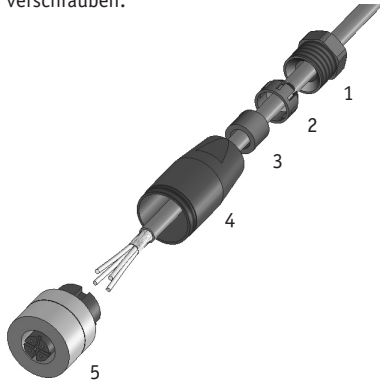

Abb. 1: Gegenstecker
Bei der Steckermontage bitte schrittweise vorgehen (Abb.1):
- Die Haube (1) so auf das Getriebegehäuse (2) setzen, dass die beiden breiten Markierungen auf einer Linie sind.
- Getriebegehäuse (2) festhalten und die Haube (1) im Uhrzeigersinn drehen bis der Bajonettverschluss einrastet und die beiden dünnen Markierungen auf einer Linie sind (Abb. 1).